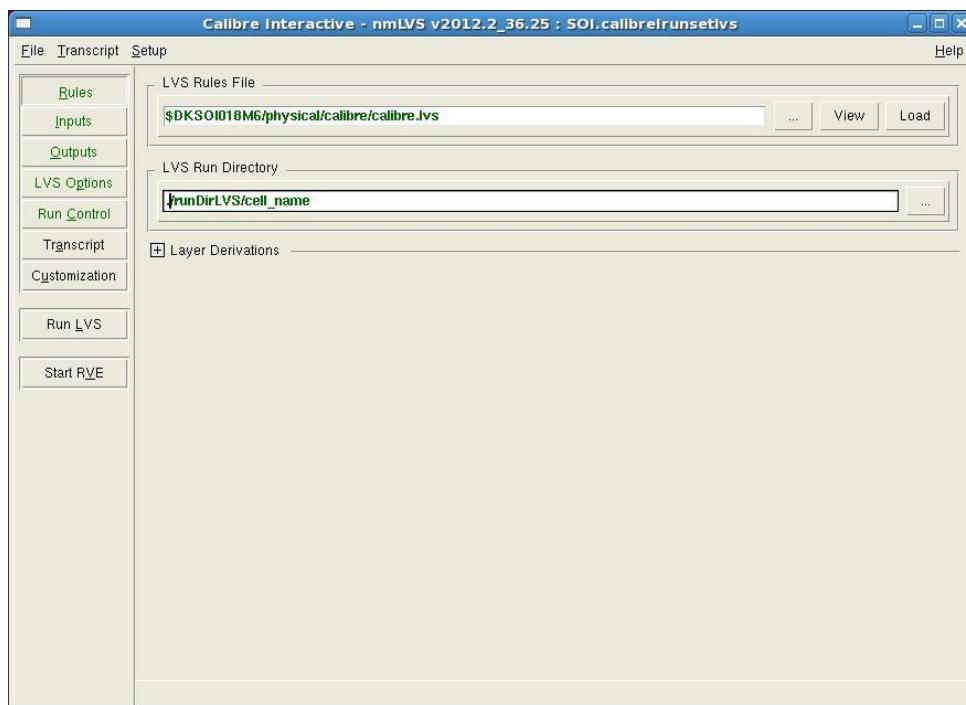

Рис. 9.8. Вкладка для указания пути к LVS-файлу и рабочему каталогу.
- 4) При правильной настройке КСП поле “LVS Rules File” на вкладке “Rules” в основном окне Calibre LVS заполняется автоматически и не требует вмешательства пользователя. Также пользователю предлагается указать в поле “LVS Run Directory” рабочий каталог, куда Calibre будет помещать создаваемую в процессе верификации информацию, либо оставить его значение по умолчанию (рис. 9.8).